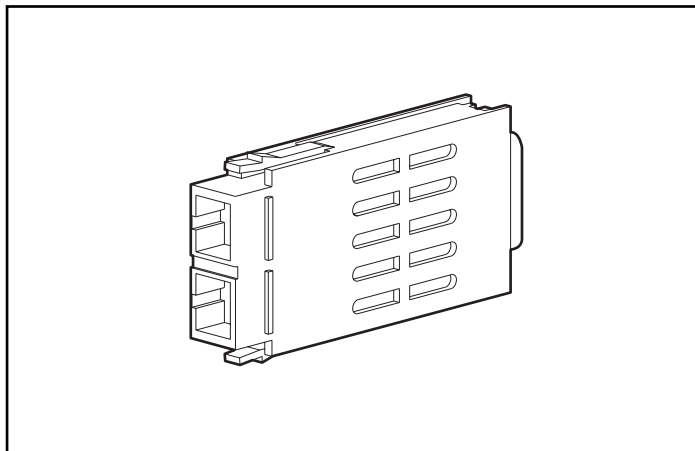

Abbildung 2-15. GBIC-Modul (Gigabit-Schnittstellenkonverter)
- Alle Kabel sollten durch den Kabelkanal an der linken Seite des Racks geführt werden. Siehe Abbildung 2-15.